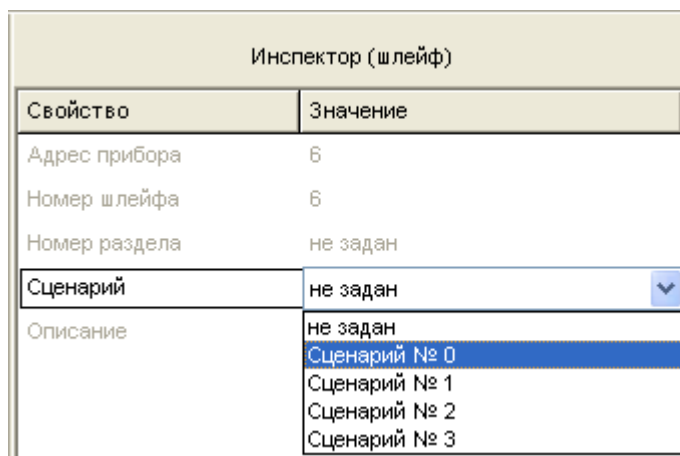

Рисунок 42
- Дважды кликнуть левой клавишей мыши на поле «Сценарий» в окне «Инспектор» и в открывшемся списке выбрать нужный сценарий (см. Рисунок 42)
Чтобы отредактировать привязку сценария к шлейфу, выделите его в нижнем окне приборов, и в поле «Сценарий» в окне «Инспектор» задайте требуемое значение параметра (см. Рисунок 42).
Чтобы удалить привязку сценария к какому-либо шлейфу, выделите эту привязку в окне приборов, перейдите в окно «Инспектор» и укажите в поле «Сценарий» значение «Не задан» (см. Рисунок 42).
Рисунок 42 отображает вид страницы «Сценарии управления». Страница имеет переменную конфигурацию и включает: